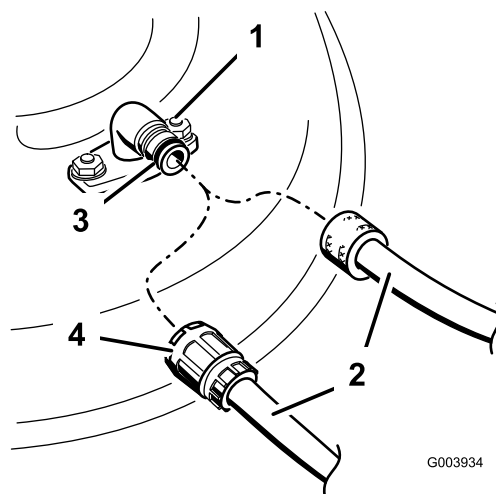

Figura 49
3. Montate il manicotto del tubo flessibile sul raccordo di lavaggio del tosaerba, quindi aprite il rubinetto per erogare un getto forte (Figura 49).